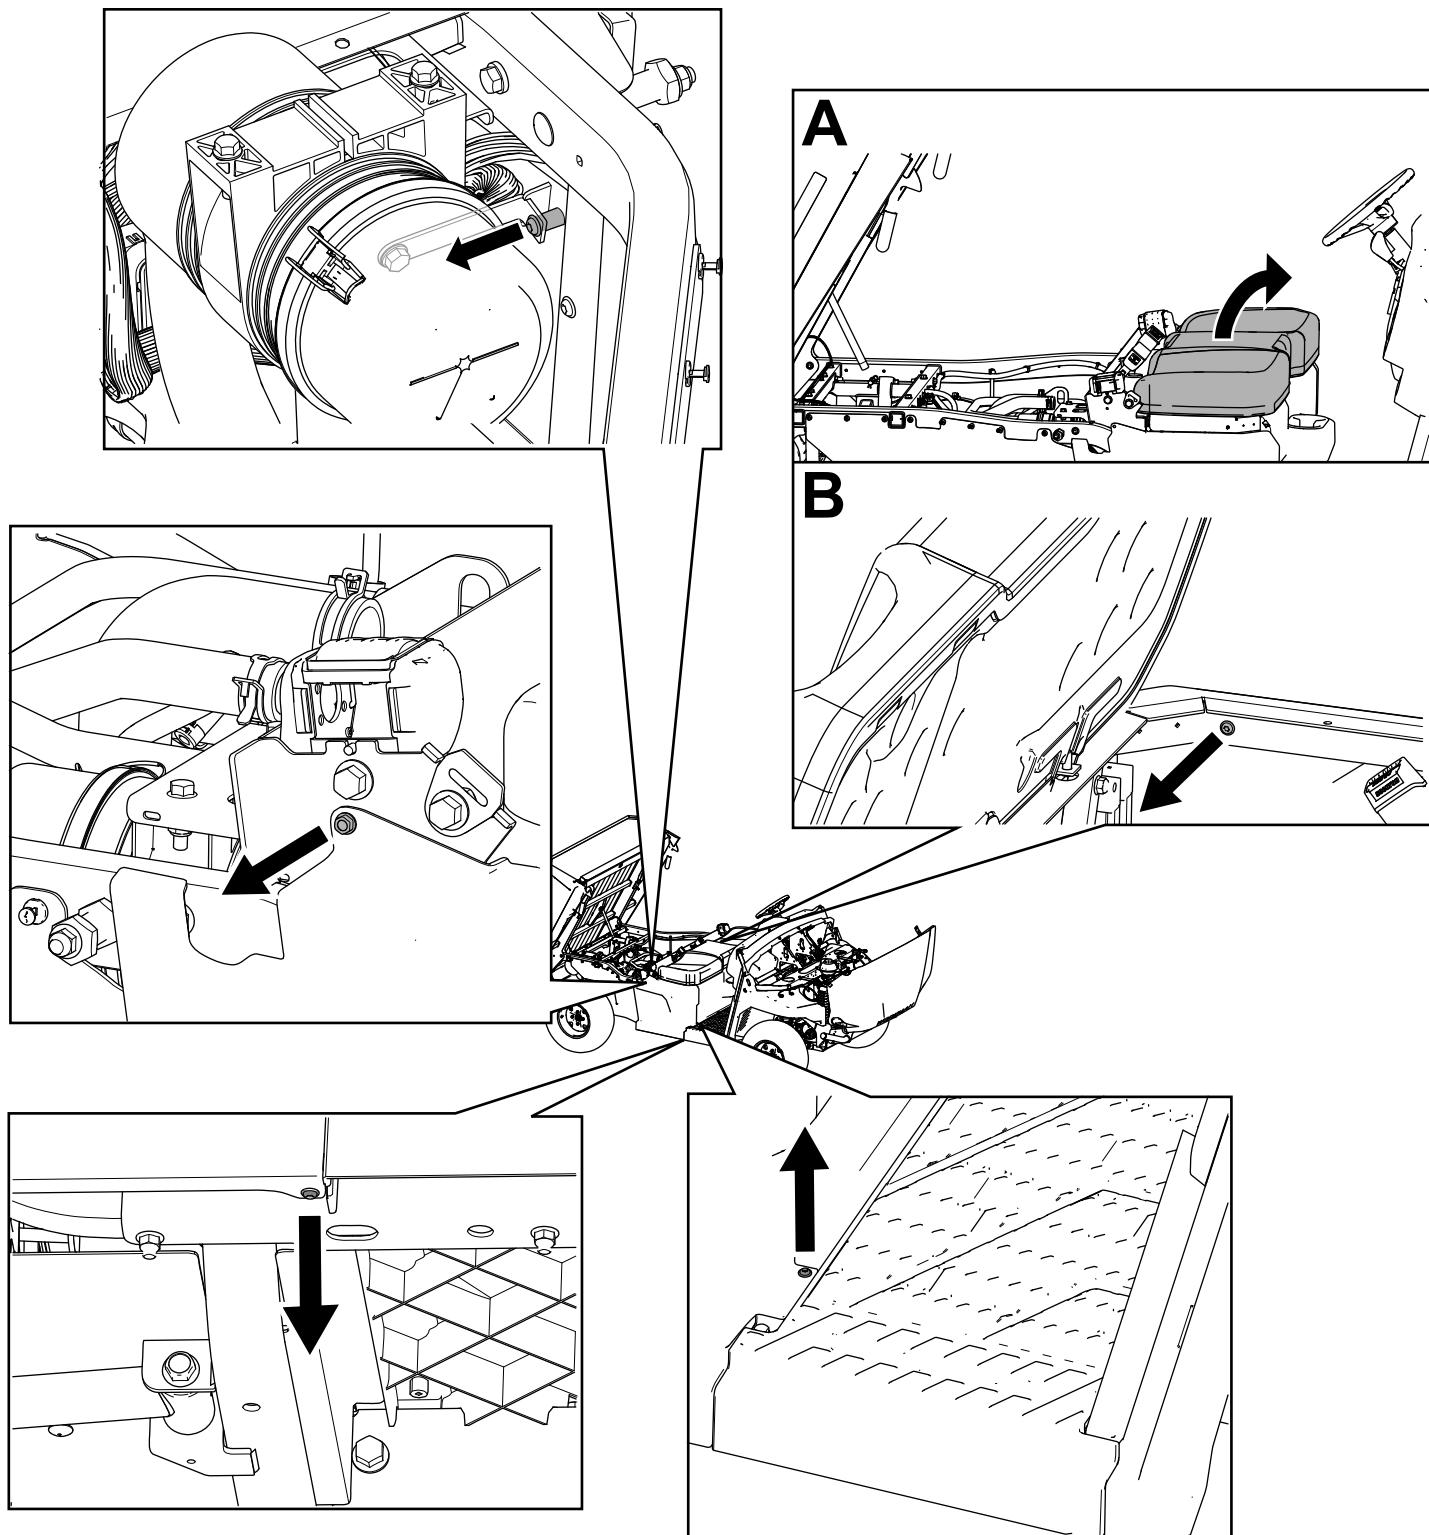

Figure 9
3. Retirez les boulons à tête hexagonale à embase ($\frac{1}{4} \times \frac{3}{4}$ po) et les fixations à tête Torx T30 des panneaux de base gauche et droit du siège (Figure 9).